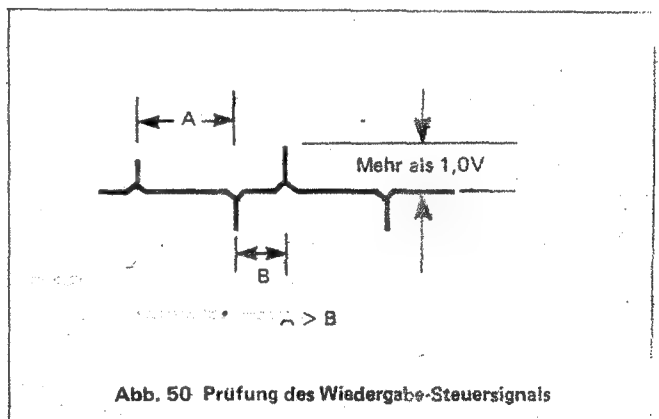

Abb. 50 Prüfung des Wiedergabe-Steuersignals
- 2) Die Wellenform mit einem Oszilloskop bei TP-701 messen und prüfen, ob die Bedingungen in Abb. 50 erzielt werden.